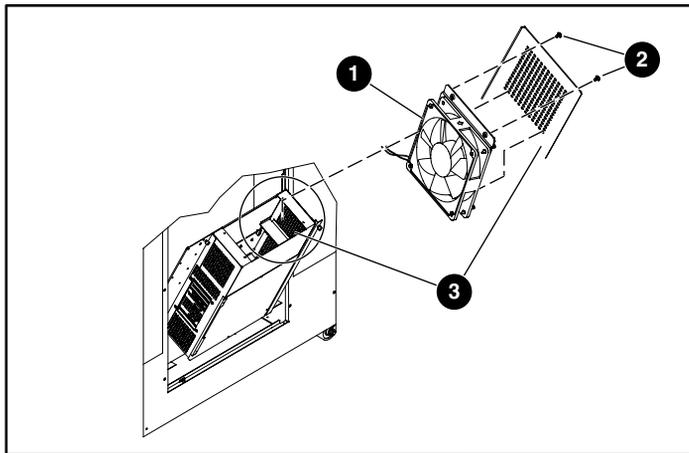

Figure 4 : Montage du ventilateur
2. Déplacez le câble du ventilateur comme indiqué sur la Figure 4.
3. Fixez le ventilateur sur le côté supérieur droit du boîtier électrique à l'aide des deux vis (reportez-vous à la Figure 4).